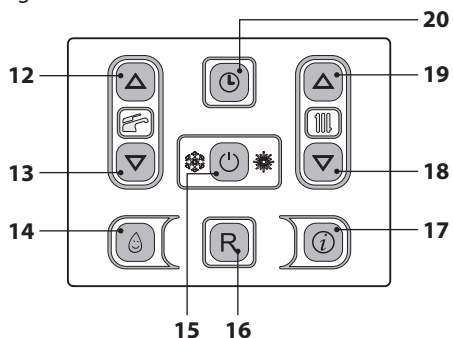

Figura 2.7
- Tenere premuto per 2 secondi il tasto 15 fino a far apparire sul display il simbolo  Figura 2.7.
La temperatura dell'acqua calda di mandata riscaldamento è regolabile agendo sui tasti riscaldamento è regolabile agendo sui tasti 18 (diminuzione) e 19 (aumento) (Figura 2.7) da un minimo di circa 25°C ad un massimo di circa 80°C. Alla prima pressione di uno dei due tasti si ha la visualizzazione del valore di "set",
Comunque se la temperatura ambiente non dovesse essere confortevole si può aumentare o diminuire la temperatura di mandata dell'impianto riscaldamento di $\pm 15^\circ\text{C}$ agendo sui tasti 18 (diminuzione) e 19 (aumento) (Figura 2.7).